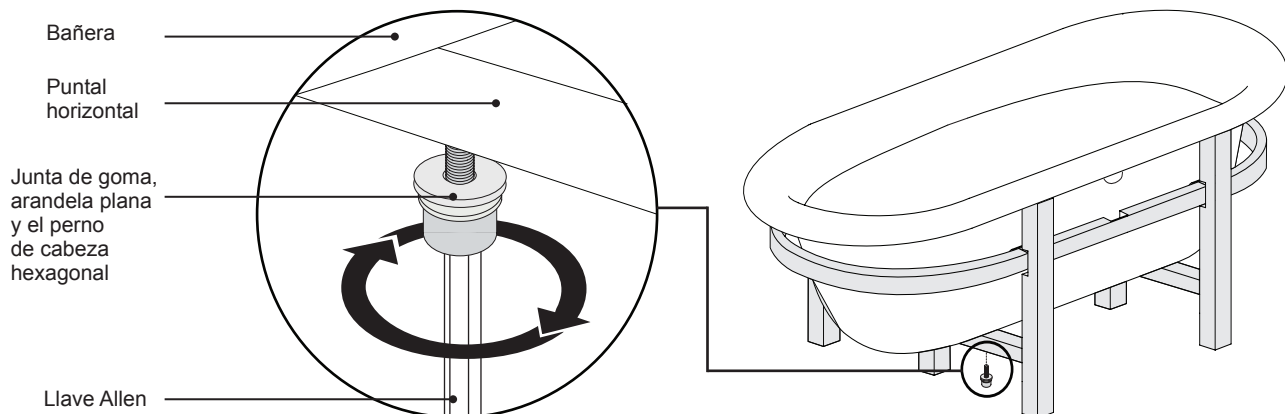

Figura 18. Fijación de la bañera
- 2 Alinear los agujeros de montaje de los tirantes horizontales con los agujeros de montaje en la bañera (Figura 18).
- 3 Inserte y apriete un (1) junta de goma, un (1) arandela plana y una (1) perno de cabeza hexagonal en el punto de montaje en la bañera (Figura 18 - Recuadro). Utilice una llave Allen (incluida) para apretar el hardware